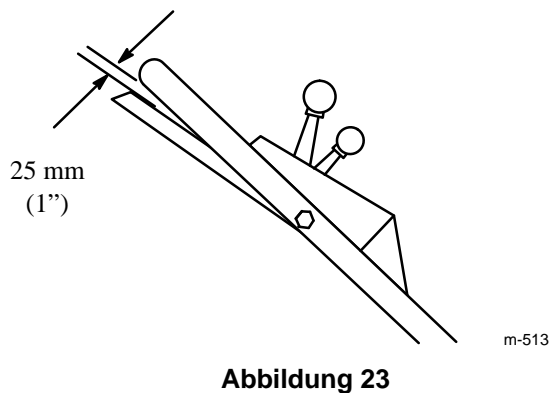

Abbildung 23
3. KONTROLLE DER EINSTELLUNG – Den Rasenmäher langsam zurückziehen und den Fahrtriebshebel allmählich zur Griffstange bewegen. Die Einstellung ist korrekt, wenn die Hinterräder aufhören sich zu drehen und der Fahrtriebshebel ca. 25 mm (1") von der Griffstange entfernt ist (Abb. 23).